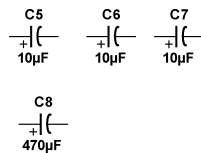

图 3-65 放置 470 μF 的电容器元器件
② 选择值为 470 μF 的电容器，双击该元器件或单击“确认”按钮，然后将光标移动到工作窗口，放置 1 个该电容元器件，如图 3-65 所示。